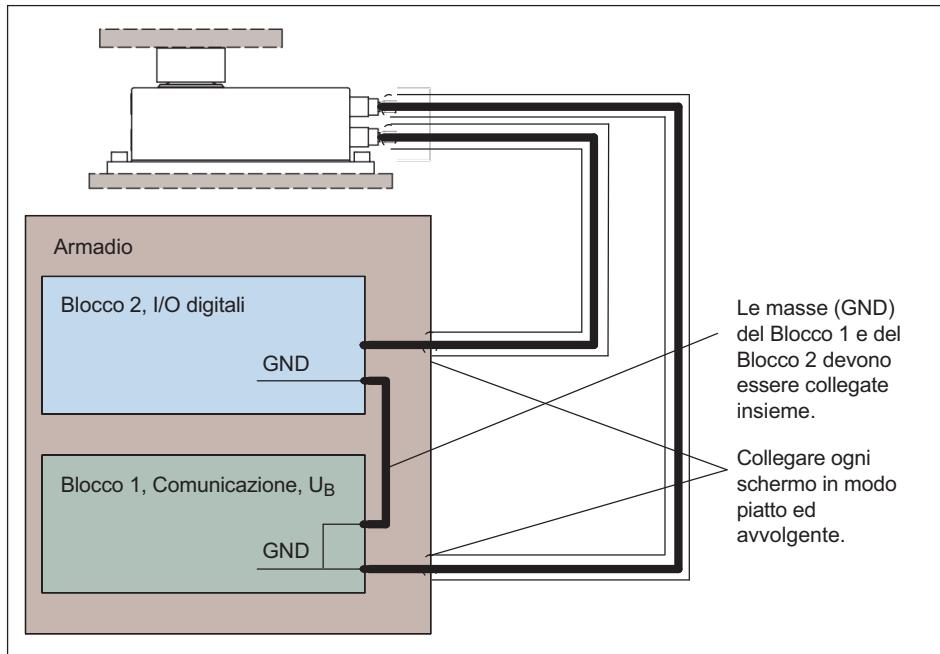

Fig. 7.3 Collegamento del potenziale GND per il montaggio all'interno di un armadio
2. ambedue i blocchi funzione si trovano all'interno di un armadio (Fig. 7.3).
Montando tutti i blocchi funzione all'interno di un armadio (*Fig. 7.3 a pagina 21*) assicurarsi che sia collegato il potenziale GND di ambedue i blocchi.